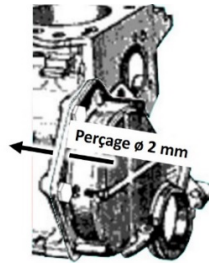

Fig. 1
- à travers le carter et le bloc moteur (fig.1)